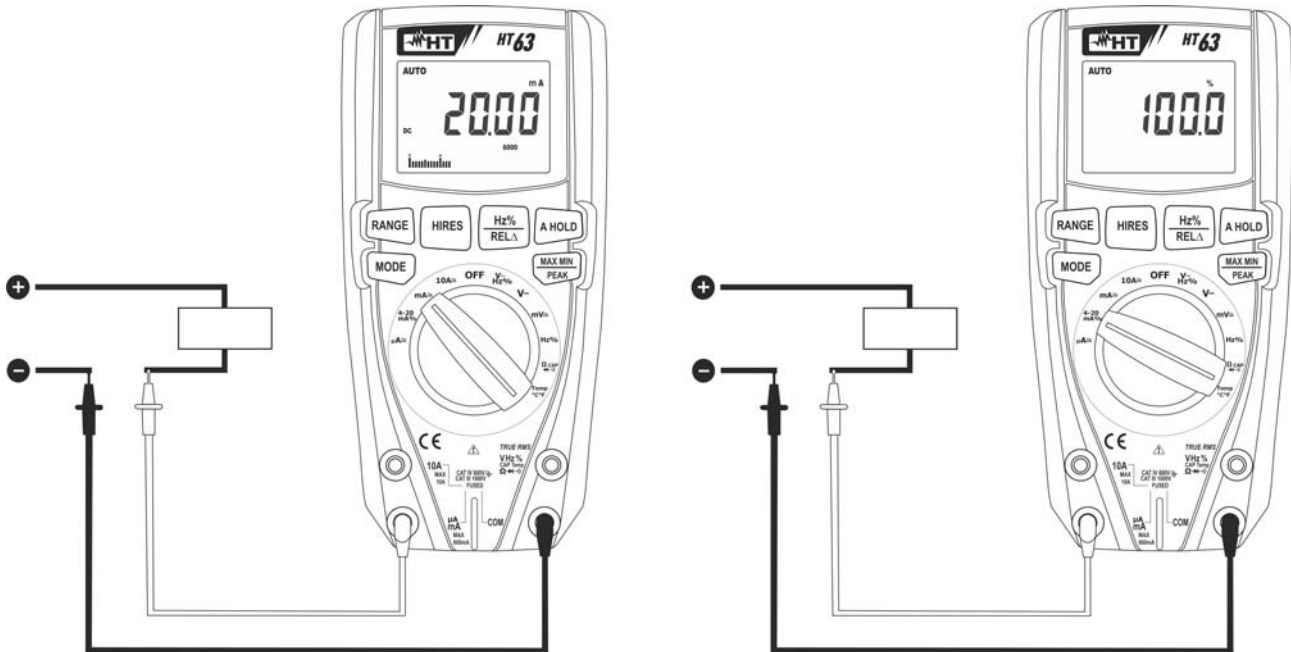

Fig. 9: Uso dello strumento per misura di Corrente DC e lettura 4-20mA%
4. Collegare il puntale rosso ed il puntale nero in serie al circuito di cui si vuole misurare la corrente rispettando la polarità ed il verso della corrente (vedere Fig. 9)
6. Il valore della corrente DC (vedere Fig. 9 – parte sinistra) è visualizzato a display
7. Il valore della lettura 4-20mA% (0mA = -25%, 4mA = 0%, 20mA = 100% e 24mA = 125%) (vedere Fig. 9 – parte destra) è visualizzato a display. La barra grafica non è attiva in questa funzione
9. La visualizzazione del simbolo "-" sul display dello strumento indica che la corrente ha verso opposto rispetto alla connessione di Fig. 9